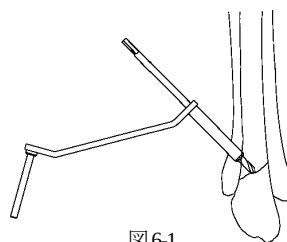

図6-1
①3.5-2.5 ラグスクリュー法ドリルガイドの3.5 ドリルガイド側を用いて、3.5 ドリルにて骨折線の手前までドリリングします。（図6-1）